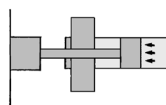

Fig. 1 $h = 0,7$ ou mais
- 1) Usando o cilindro para operação estacionária: índice de carga $\gamma = 0,7$ (Fig. 1)